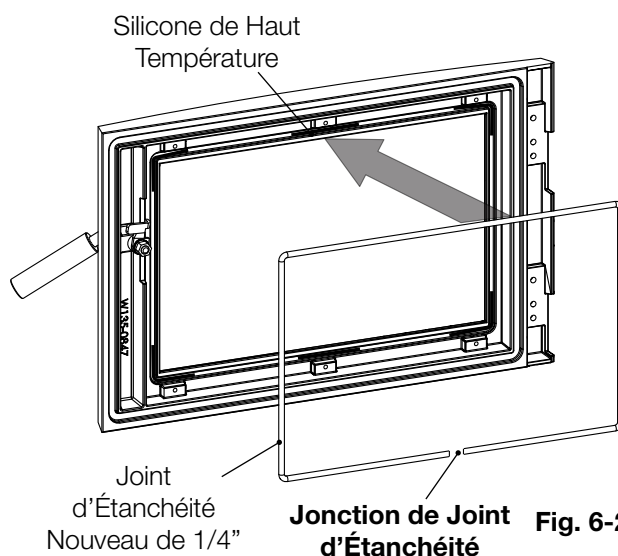

Fig. 6-2
4. Appliquez **silicone de haut température** (non fourni) dans la rainure de joint d'étanchéité comme illustré (**Fig. 6-2**).
5. Coupez le joint d'étanchéité de 1/4" gasket (fourni) à taille et le placez au dessus du silicone. Appuyez le joint d'étanchéité fermement d'assurer qu'il reste en place. **Assurez-vous que le jonction de joint d'étanchéité face vers le bas comme illustré (Fig. 6-2).**